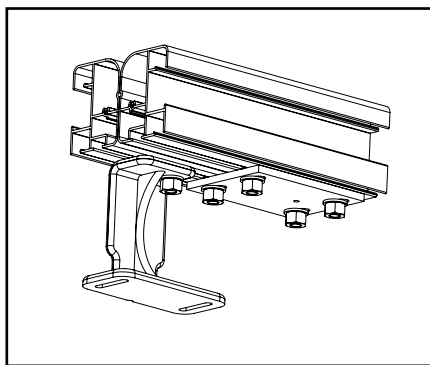

Fig. 14: Platzierungshilfe unter linker oder rechter Handführung
- Achtung : die Kastenbreite ist stets 40 mm breiter als die Bestellbreite. (Siehe Abb. 14 Seite 9)